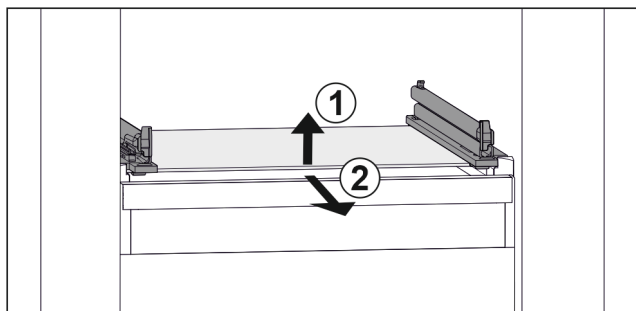

Fig. 94 Representación de la placa de vidrio a modo de ejemplo
- ▶ Levante la placa de vidrio por delante. Fig. 94 (1)
- ▶ Retire la placa de vidrio hacia delante. Fig. 94 (2)